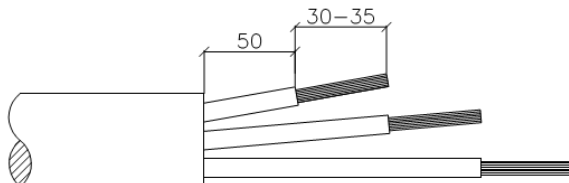

Рис. 7. Оголение электрокабеля
- 1) Оголить медную жилу кабеля двигателя на 30–35 мм, как показано на рис. 7 и зачистить её наждачной бумагой до блеска. Оголить оставшиеся жилы таким же образом и зачистить их наждачной бумагой.